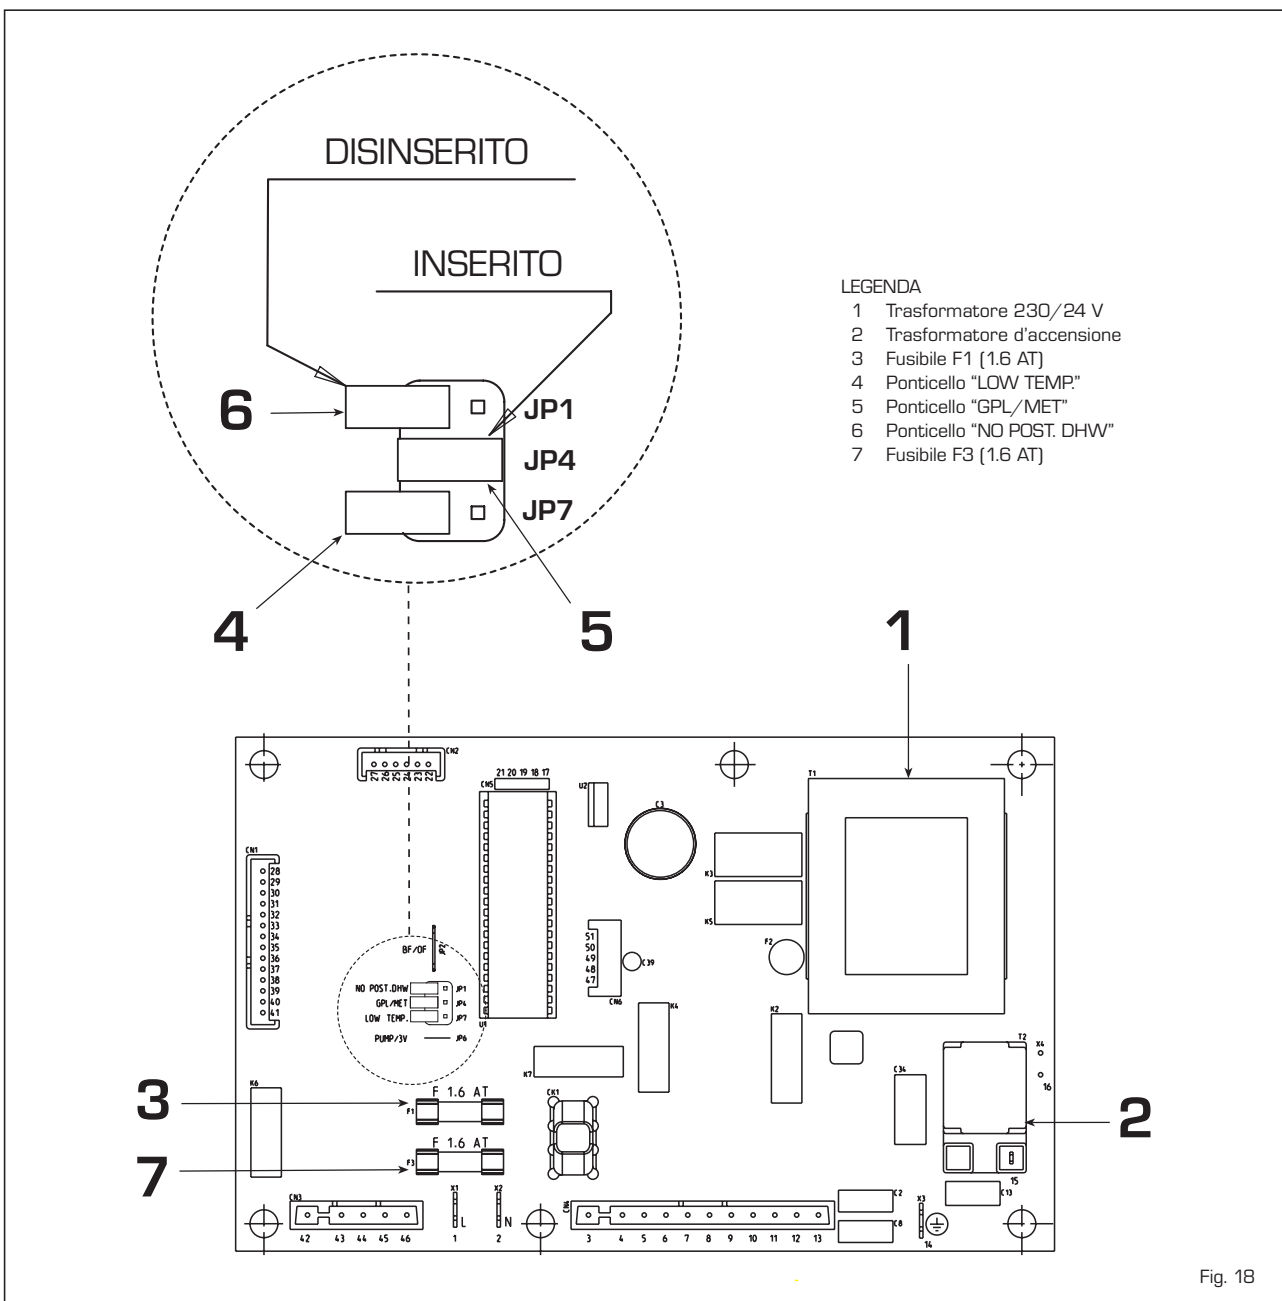

Fig. 18
- **Ponticello JP4 "GPL/MET"** (5 fig. 18)
- **Ponticello JP7 "LOW TEMP"** (4 fig. 18)
- **Ponticello JP1 "NO POST. DHW"** (6 fig. 18)
- Smontare il collettore bruciatori (3).
- Sostituire gli ugelli principali (6) e la rondella in rame (4) con quelli forniti nel kit; per eseguire questa operazione usare una chiave fissa da 7.
- Inserire il ponte del connettore "METANO/GPL" della scheda elettronica sulla posizione corrispondente al gas utilizzato (5 fig. 18).